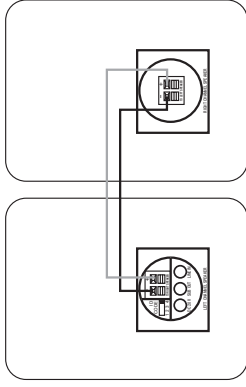

Figura 3.
Vedere la figura 3. Il cavo per diffusori in dotazione è colorato per semplificare il riconoscimento dei due conduttori. Utilizzate i colori del cavo per accertarvi di collegare il terminale positivo (+) di un diffusore al terminale positivo (+) dell'altro diffusore e, allo stesso modo, il terminale negativo (-) di un diffusore al terminale negativo (-) dell'altro. È possibile utilizzare il conduttore colorato per collegare indifferentemente i terminali positivi (+) o i terminali negativi (-).
Punto 3. Collegare il cavo per diffusori (incluso) ai terminali presenti sul diffusore attivo ③ e ai terminali presenti sul pannello posteriore del diffusore passivo ⑩, come mostrato nella figura 3. Il cavo per diffusori in dotazione è colorato per semplificare il riconoscimento dei due conduttori. Utilizzate i colori del cavo per accertarvi di collegare il terminale positivo (+) di un diffusore al terminale positivo (+) dell'altro diffusore e, allo stesso modo, il terminale negativo (-) di un diffusore al terminale negativo (-) dell'altro. È possibile utilizzare il conduttore colorato per collegare indifferentemente i terminali positivi (+) o i terminali negativi (-).
Punto 3. Collegare il cavo per diffusori (incluso) ai terminali presenti sul diffusore attivo ⑤ e ai terminali presenti sul pannello posteriore del diffusore passivo ⑩, come mostrato nella figura 3. Il cavo per diffusori in dotazione è colorato per semplificare il riconoscimento dei due conduttori. Utilizzate i colori del cavo per accertarvi di collegare il terminale positivo (+) di un diffusore al terminale positivo (+) dell'altro diffusore e, allo stesso modo, il terminale negativo (-) di un diffusore al terminale negativo (-) dell'altro.